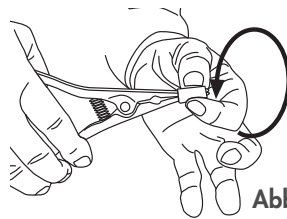

Abb. 5
- 2) Die Separier-Zange langsam ausbreiten und wiederholt kräftig drücken, in dem man einige Sekunden lang an jeder Öffnung verschiebt. Den Vorgang mehrmals wiederholen, in dem man den Elastomer-Adapter (Abb. 5) dreht, bis man eine homogene Separierung erhält.